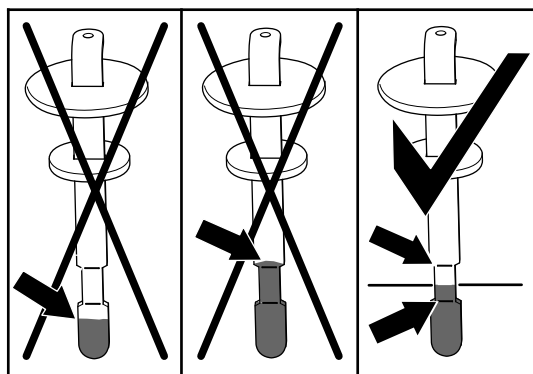

Рисунок 112
6. Извлеките щуп и проверьте уровень рабочей жидкости (Рисунок 112).